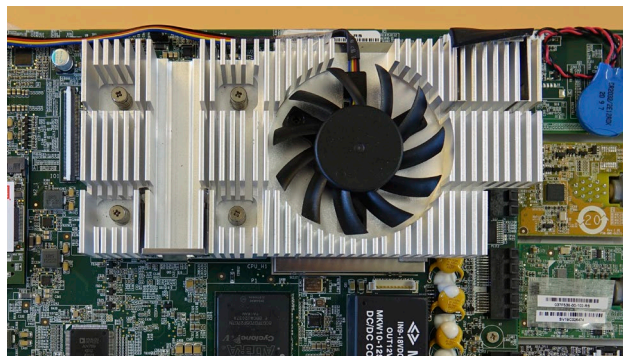

Rysunek 24 Odkręcanie śrub od wentylatora
b) Odkręcić trzy śruby mocujące wentylator (rysunek 24)
f) Włożyć i dokręcić trzy śruby (maksymalny moment obrotowy 0,3 Nm) mocujące wentylator (patrz Rysunek 24)